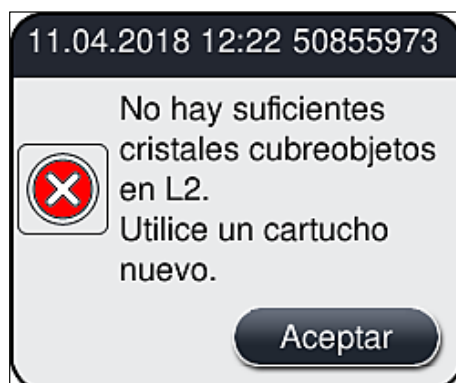

Fig. 54
- Si algún consumible está agotado, se muestra el mensaje de advertencia correspondiente al usuario, por ejemplo (→ Fig. 54).